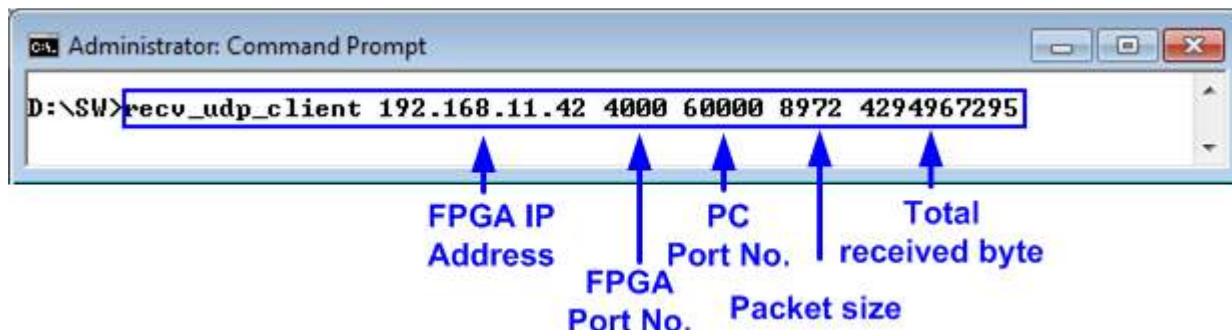

図 4-8: ジャンボ・フレームでの"recv_udp_client"コマンドライン
- PC 側の DOS 窓を開き、“recv_udp_client”テスト・アプリケーションを図 4-8 の引数で実行します。各引数のパラメータはパケット・サイズが 1472 から 8972 に変更された箇所以外は同一です。